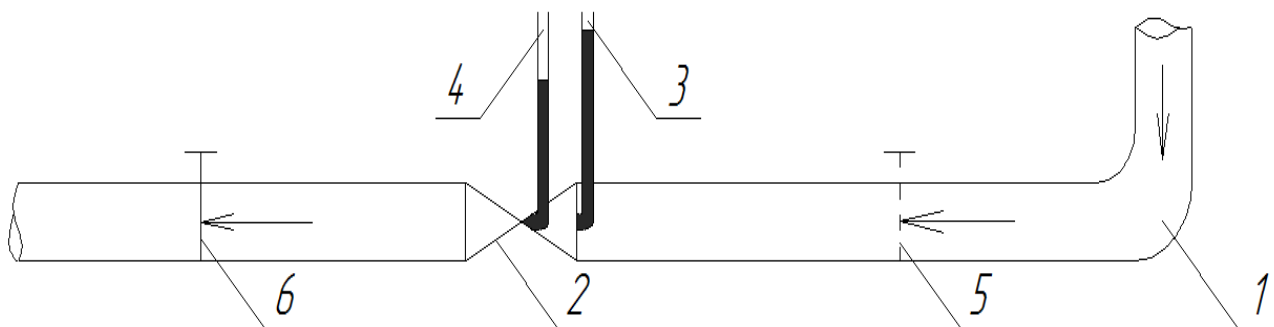

Рис. 2. Схема розташування засувки у трубопроводі
**Постановка та вирішення задачі.** Для покращення роботи трубки Вентурі, дослідження її роботи проводяться в різних лабораторіях. Так, під час проведення лабораторної роботи на тему: “Дослідження роботи трубки Вентурі” було помічено, що при розташуванні засувки перед трубою Вентурі і після неї покази п’єзометрів фіксують різні тиски. Особливо помітно тиск зростає, коли засувка розташована після трубки Вентурі (рис. 2).